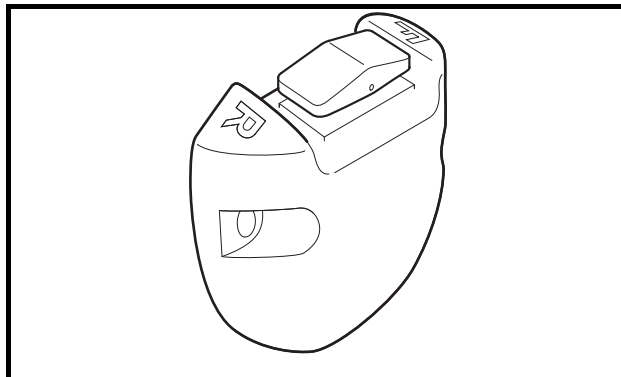

Figure 11 Commutateur de marche avant/marche arrière – véhicule DS Villager 4 à essence
Le commutateur à bascule de marche avant/marche arrière est situé au même endroit que le levier de marche avant/marche arrière sur les autres modèles : sur le panneau de support de siège au-dessous et à droite du genou du conducteur (**Figure 11**). Les positions **F** (MARCHE AVANT) et **R** (MARCHE ARRIÈRE) sont clairement marquées. Appuyer sur le côté MARCHE AVANT (F) du commutateur pour avancer ou sur le côté MARCHE ARRIÈRE (R) pour reculer. Lorsque le commutateur à bascule est en position POINT MORT (N) (c'est-à-dire lorsque ni l'un, ni l'autre de ses côtés n'est enfoncé), le véhicule ne se met pas en mouvement quand la pédale d'accélérateur est enfoncée. L'alarme sonore de marche arrière retentit lorsque le commutateur de marche avant/marche arrière est en position MARCHE ARRIÈRE (R).